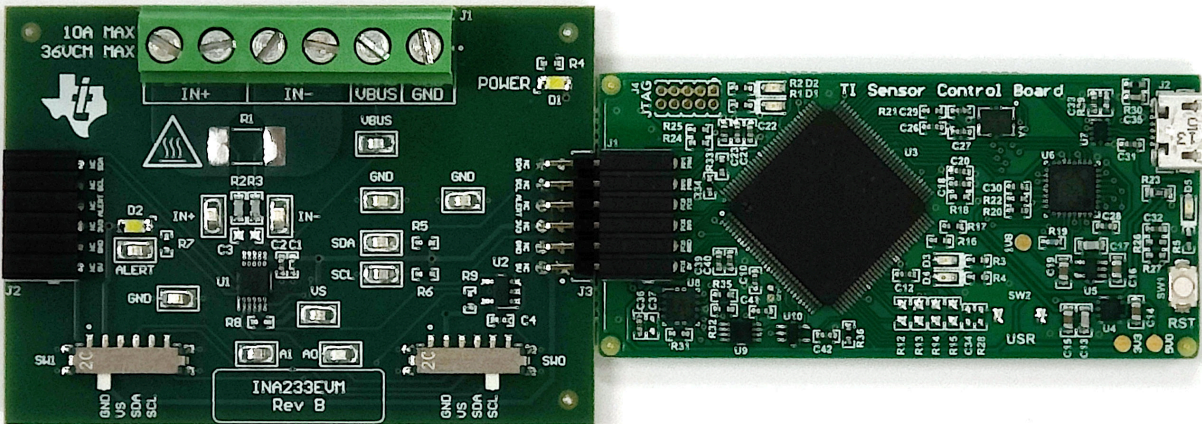

图 3-1. EVM (左) 连接到 SCB 控制器 (右)
3. 如 图 3-1 所示，将 EVM 连接到 SCB 控制器。
若要将 EVM 和 SCB 控制器 (单独销售) 搭配使用 , 如图 3-1 所示连接 EVM。